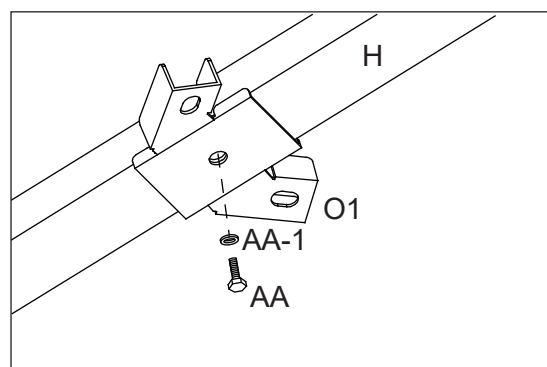

Figure 14-2
14.2. Attacher le connecteur (O1) au support d'angle du toit principal (H) à l'aide du boulon (AA) et de la rondelle (AA-1). Voir la figure 14-2.